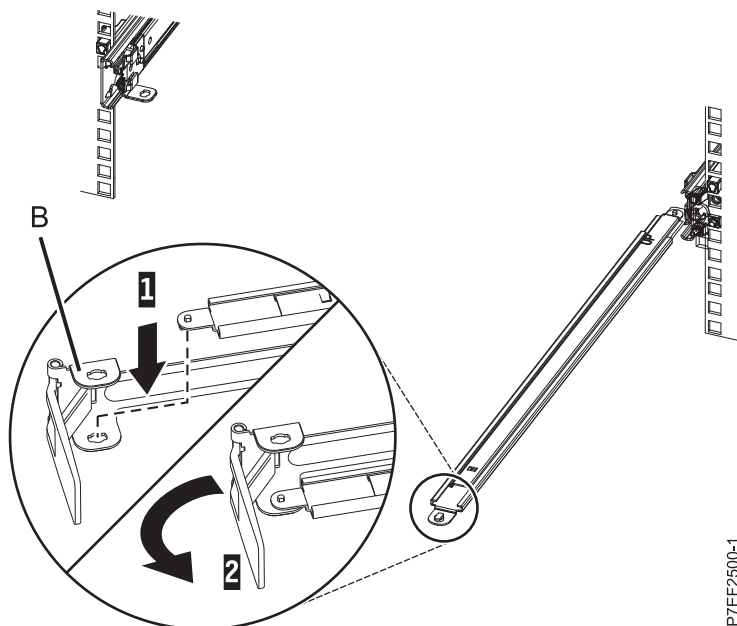

図 11. サポート・アームへのケーブル・マネジメント停止ブラケットの固定
3. L 字型のケーブル・マネジメント停止ブラケット **(B)** の下部内側の隅にある穴を見つけます。サポート・アーム先端の下面にあるロック用タブがブラケットの穴の位置に合うように、サポート・アームの接続されていない端の位置を合わせます。タブを穴 **(1)** に挿し込み、ブラケット **(2)** を回して、サポート・アームに固定します。詳しくは、10 ページの図 11を参照してください。